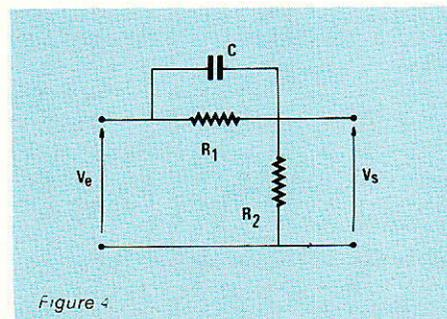

Figure 4
En électronique, on utilise souvent des réseaux différenciateurs de type RC. Comme nous allons le voir, il suffit de les modifier légèrement pour obtenir une réponse de la forme (1) : la nouvelle structure du quadripôle passif, apparaît en **figure 4**. Physiquement, on voit que le réseau se compose d'une branche aperiodique (diviseur résistif $R_1 R_2$), et d'une branche différentiatrice CR_2 , dont l'action se fait sentir principalement aux fréquences élevées.
La relation (3) a bien la forme de la relation (1) cherchée, donc le quadripôle de la figure 4 assure le contrôle proportionnel et dérivé voulu.
Le réseau passif de la figure 4 présente deux défauts : d'une part, il introduit une atténuation aux fréquences basses, puisque le gain statique ρ reste inférieur à l'unité ; d'autre part, la phase maximale φ_m n'atteint pas 90° .